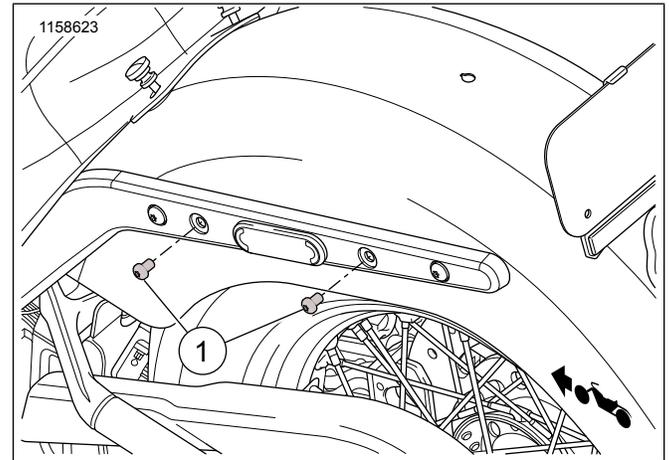

Figura 1. Extracción de tornillos: guardabarros trasero
2. Figura 1 Afloje los tornillos de soporte del guardabarros (1).
3. Figura 1 Quite el tornillo trasero (1) y deséchelo.